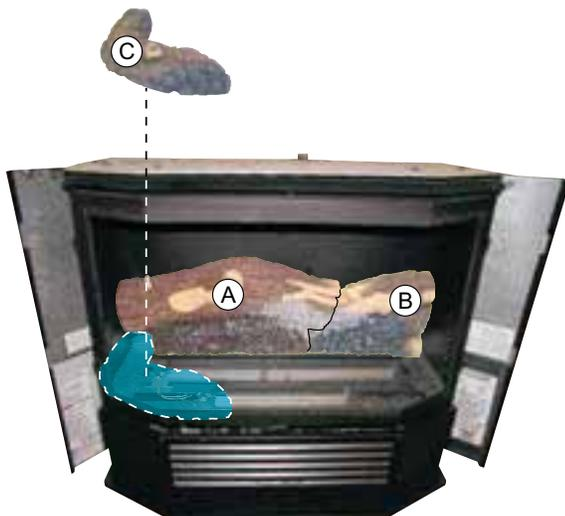

Figure 45
5. Placer la bûche avant gauche (C) dans le coin avant gauche de la chambre de combustion et la positionner dans le creux de la bûche inférieure gauche (A). Voir Figure 45.